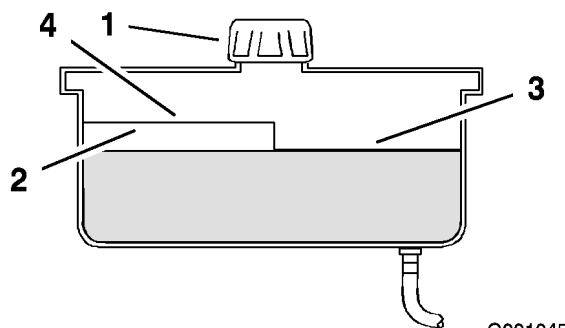

Figura 60
2. Limpie alrededor del cuello de llenado del depósito de aceite hidráulico (Figura 60).
3. Retire el tapón del cuello de llenado. Mire dentro para ver si hay aceite en el depósito (Figura 60).
Nota: El nivel de aceite debe llegar a la parte superior del nivel caliente del tabique cuando el aceite está caliente (Figura 60).